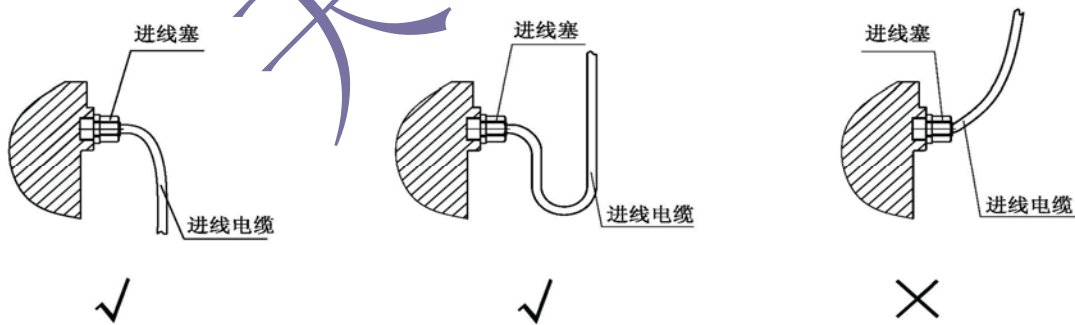

图 5
3. 应正确引入电缆，避免雨水沿电缆流向电动装置（图 5 中前两种为正确引入电缆方式）。